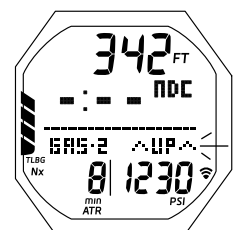

Fig. 88 - ÉCRAN PRINCIPAL D'INFRACTION DIFFÉRÉE 3
**ÉCRAN PRINCIPAL D'INFRACTION DIFFÉRÉE 3** : paramètres affichés (Fig. 88) -